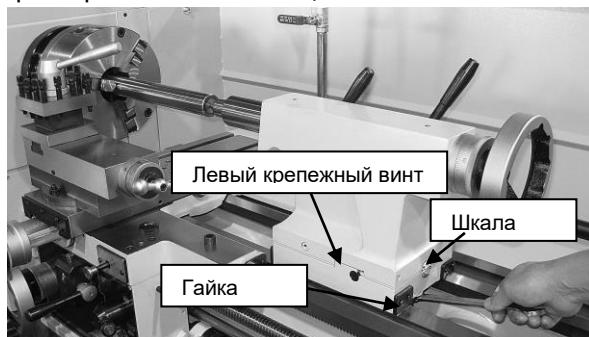
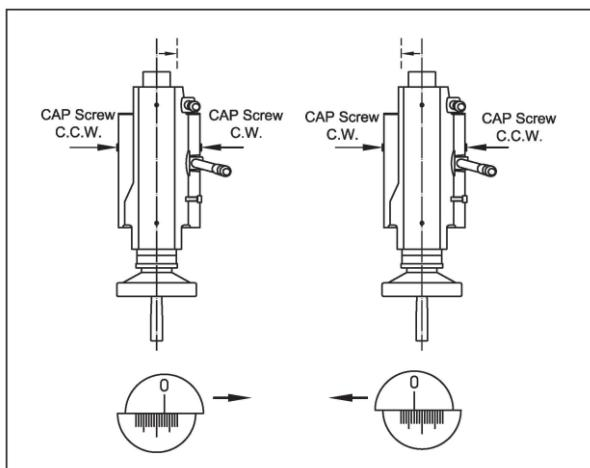

Рис. 35. Регулировка смещения задней бабки.
Рис. 36. Регулировка крепежных винтов для смещения задней бабки
2. Ослабьте две гайки снизу, регулируйте левые и правые крепежные винты, пока шкала (Рис. 35) не укажет нужное смещение. См. рисунок 36 для регулировки направления.